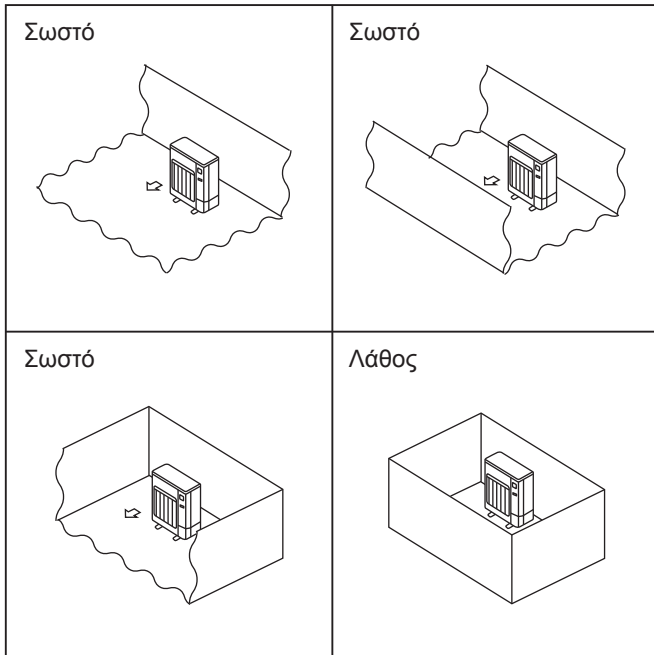

Fig. 2-2
- Ⓞ Εγκαθιστάτε τις εξωτερικές μονάδες σε χώρους όπου τουλάχιστον μία από τις τέσσερις πλευρές είναι ανοικτή και σε επαρκώς μεγάλους χώρους χωρίς συμπίεσις. (Fig. 2-2)